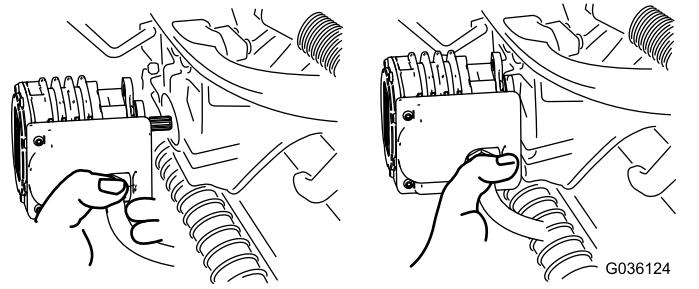

Figura 65
5. Mova o motor para o local de armazenamento na parte da frente do braço de suspensão (Figura 65).